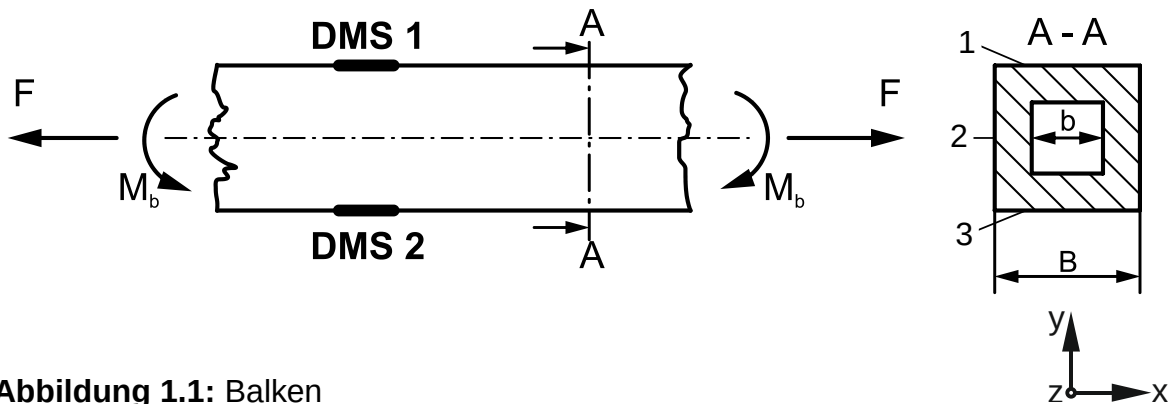

Abbildung 1.1: Balken
Auf den dargestellten Balken aus dem Werkstoff C55 mit **quadratischem Querschnitt** ($b = h = 10 \text{ mm}$, $B = H = 20 \text{ mm}$), siehe **Abbildung 1.1**, wirken eine Zugkraft F und ein Biegemoment M_b .
- b) Zeichnen sie maßstäblich den Spannungsverlauf entlang der **Kanten 1, 2 und 3** (aus Abbildung 1.1) in untenstehende Grafik ein (**10 MPa = 1 mm**) und beschriften Sie die Verläufe. Gehen Sie davon aus, dass im Schnitt A-A die Spannungen wirken, die in Aufgabenteil a) berechnet wurden.